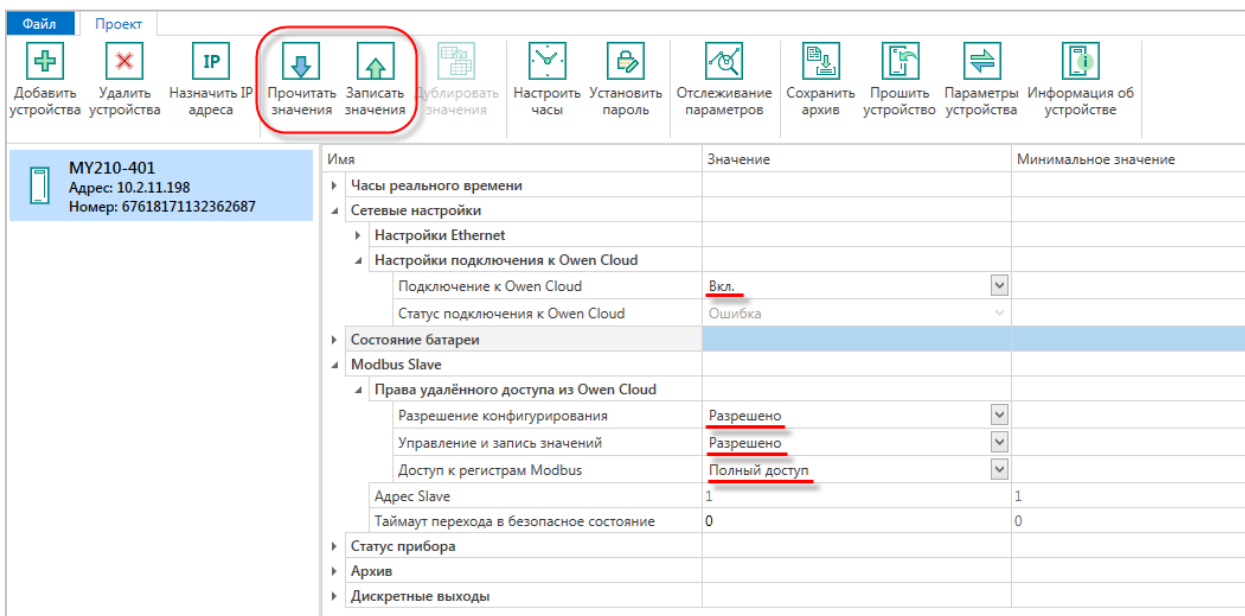

Рис. 4.1. Изменение настроек Mx210 для подключения к OwenCloud
1. Подключитесь к модулю с помощью ПО **ОВЕН Конфигуратор** и нажмите кнопку **Прочитать значения**. Измените значения следующих параметров (см. рисунок 4.1):
- **Идентификатор** – введите **заводской номер модуля** (указан на корпусе модуля, а также в конфигураторе – см. рисунок 4.1);